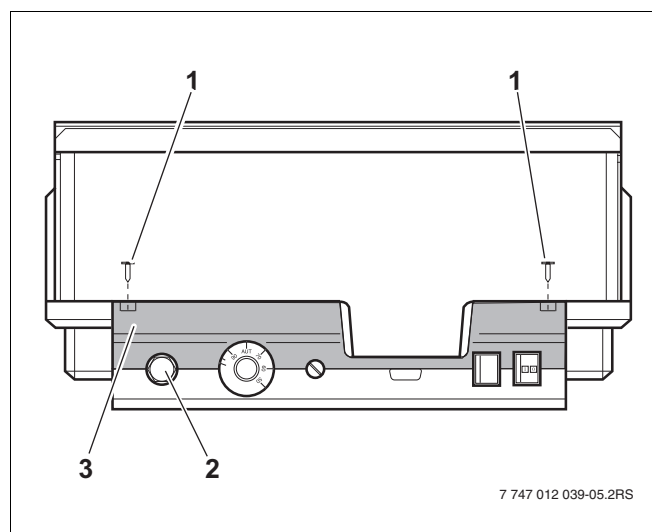

Рис. 1 Система управления Logamatic 4...
- Для настройки нужной температуры на предохранительном ограничителе (STB) (→ рис. 1, [2]) его нужно вынуть из корпуса.
- Для демонтажа предохранительного ограничителя температуры нужно вывернуть два винта (→ рис. 1, [1]).
- Снимите крышку (→ рис. 1, [3]).
- Отверните защитный колпачок (→ рис. 1, [2]).